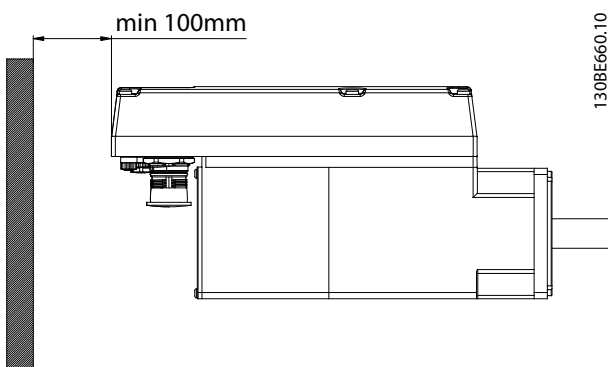
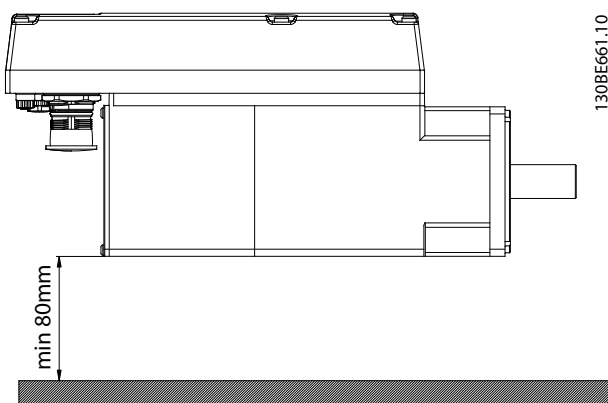

Abbildung 4.2 Erforderliche horizontale Platzverhältnisse
Abbildung 4.3 Erforderliche vertikale Platzverhältnisse
- Abgesehen von seiner eigenen Größe benötigt der Servoantrieb Platz für das Hybridkabel. *Abbildung 4.2* zeigt den erforderlichen Platz bei Verwendung des Winkelsteckers. *Abbildung 4.3* zeigt den erforderlichen Platz bei Verwendung des geraden Steckers.